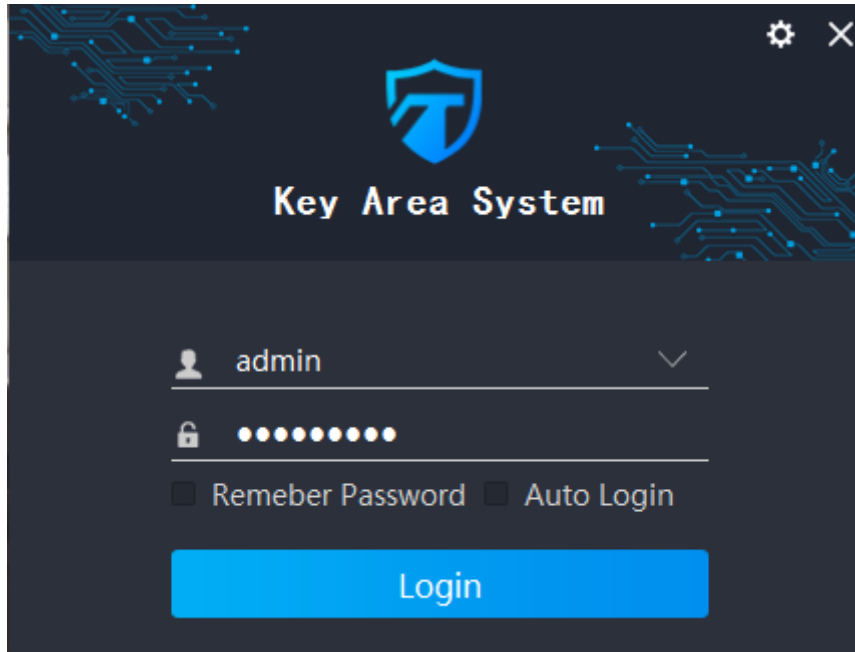

図 5-3 登録インターフェース
- 設置(⚙️):クリックすると、ログインサーバーの IP アドレスとポートインターフェースをポップアップ設定する。図 5-3 のように、デフォルト IP: 127.0.0.1、ポート 8010。